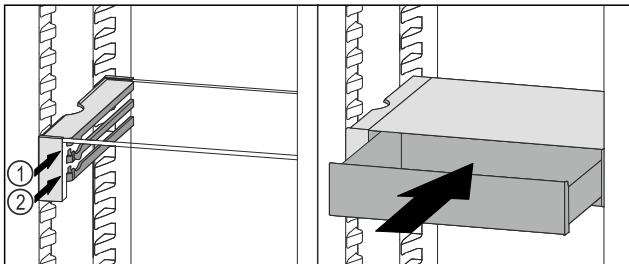

Fig. 70
- ▶ VarioSafe-Schubfach hinter den Stopperrn auf gewünschter Rippe Fig. 70 (1) oder Fig. 70 (2) aufsetzen.